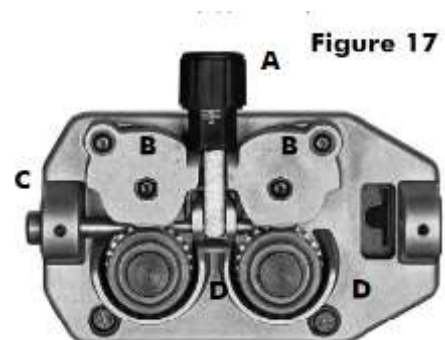

Figure 17
- Desserrer et abaisser le bouton en plastique (A) et relâcher le levier presse-fil (B) (Fig.17). Extraire les résidus éventuels de fil de la gaine guide-fil.
- Relâcher le fil de la bobine et le tenir serré avec une paire de pinces de façon à ce qu'il ne puisse pas se dérouler. Si nécessaire, le redresser avant de l'introduire dans le guide d'entrée (C) du fil y introduire le fil en le faisant passer au-dessus du galet inférieur (D) et dans la gaine guide-fil.